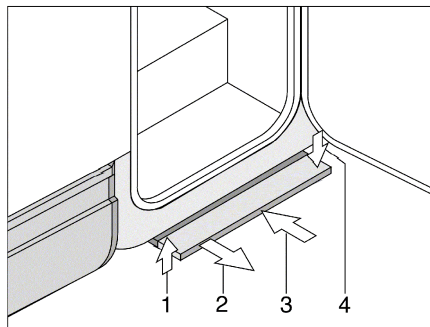

Bild 8 Mechanisch bedienbare Eintrittstufe
Ausziehen: ■ Die Eintrittstufe nach vorn ziehen (Bild 8,2), bis sie einrastet.
Einschieben: ■ Die Eintrittstufe leicht anheben (Bild 8,1).
■ Die Eintrittstufe bis zum Anschlag unter den Fahrzeugboden (Bild 8,3) schieben. Darauf achten, dass die Eintrittstufe einrastet (Bild 8,4).